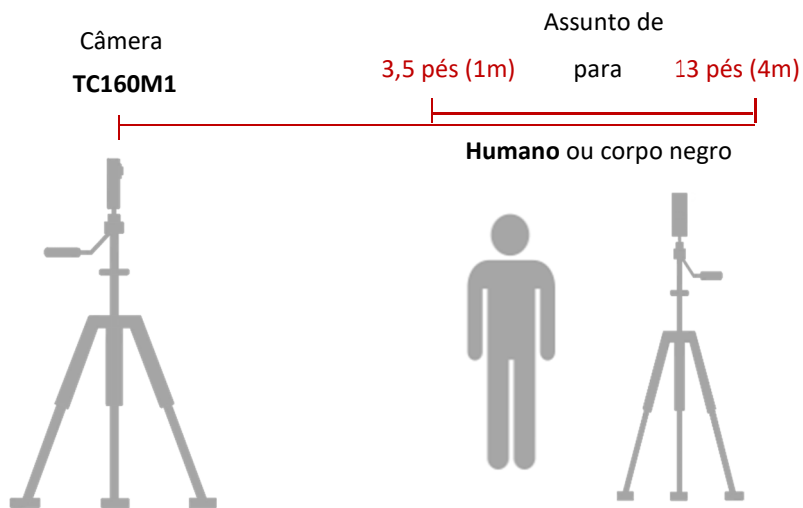

Figura 8: O assunto de calibração deve estar aproximadamente à mesma distância da câmera que os assuntos da tela.
- 2) *Insira a temperatura do assunto de calibração na caixa de diálogo mostrada em Figura 7(a). O assunto de calibração deve estar aproximadamente à mesma distância da câmera que os assuntos da triagem, conforme detalhado em Figura 8. Se estiver usando um sujeito humano, meça a temperatura do sujeito usando um termômetro portátil (dispositivo aprovado pela FDA é preferível); Se estiver usando um objeto de corpo negro, defina a temperatura do ponto de ajuste para 95–97 °F (35–36 °C) e deixe o corpo negro atingir a temperatura do ponto de ajuste antes de iniciar a calibração.*